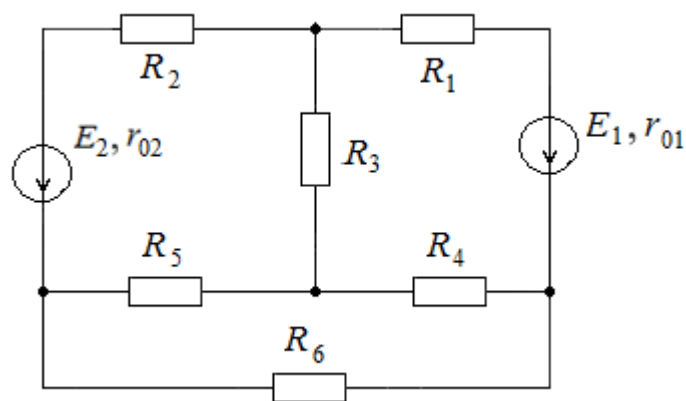

Рис. 103
36. Определить все токи методом контурных токов в электрической цепи (рис. 103), если $E_1 = 40$ В; $E_2 = 20$ В; $R_1 = 38$ Ом; $R_2 = 49$ Ом; $R_3 = 25$ Ом; $R_4 = 40$ Ом; $R_5 = 15$ Ом; $R_6 = 60$ Ом; $r_{01} = 2$ Ом; $r_{02} = 1$ Ом.